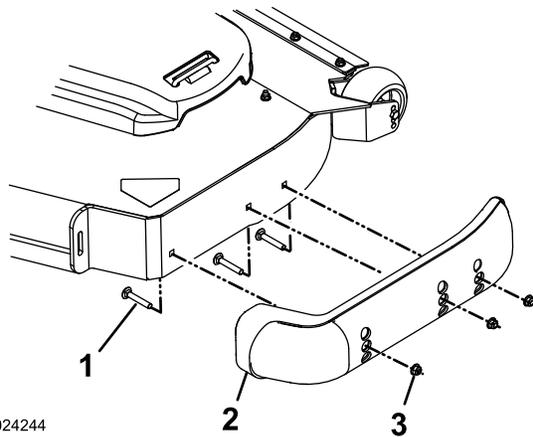

Figura 28
3. Retire los pernos de cuello cuadrado y las tuercas de cada patín (Figura 28).